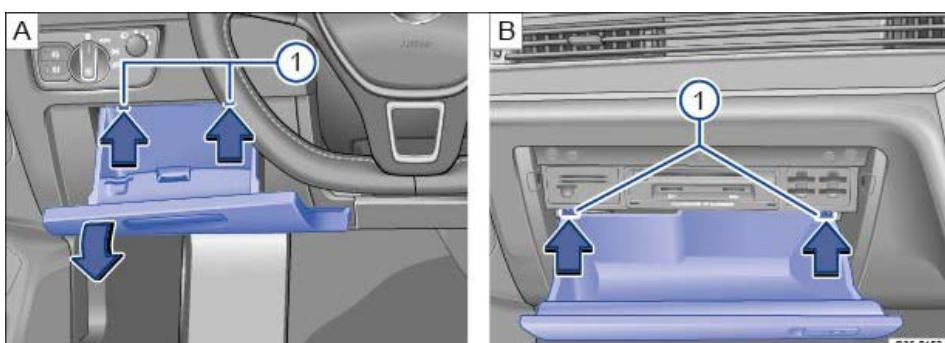

Abb. 301 Abdeckung des Sicherungskastens in der Instrumententafel: Linkssenker, links neben dem Lenkrad. Rechtslenker, auf der
- Ablagefach auf der Fahrerseite öffnen \Rightarrow Abb. 301
- Rastnasen \Rightarrow Abb. 301 (1) in Pfeilrichtung nach oben drücken und gleichzeitig Ablagefach weiter öffnen, bis der Sicherungsträger zugänglich ist.
- Ablagefach auf der Beifahrerseite öffnen \Rightarrow Abb. 301
- Anschlagzapfen \Rightarrow Abb. 301 (1) in Pfeilrichtung nach oben drücken und gleichzeitig Ablagefach weiter öffnen, bis der Sicherungsträger zugänglich ist.
- Zum *Einbauen*, Ablagefach vorsichtig über den Widerstand der Anschlagzapfen \Rightarrow Abb. 301 (1) hinweg nach vorn drücken.